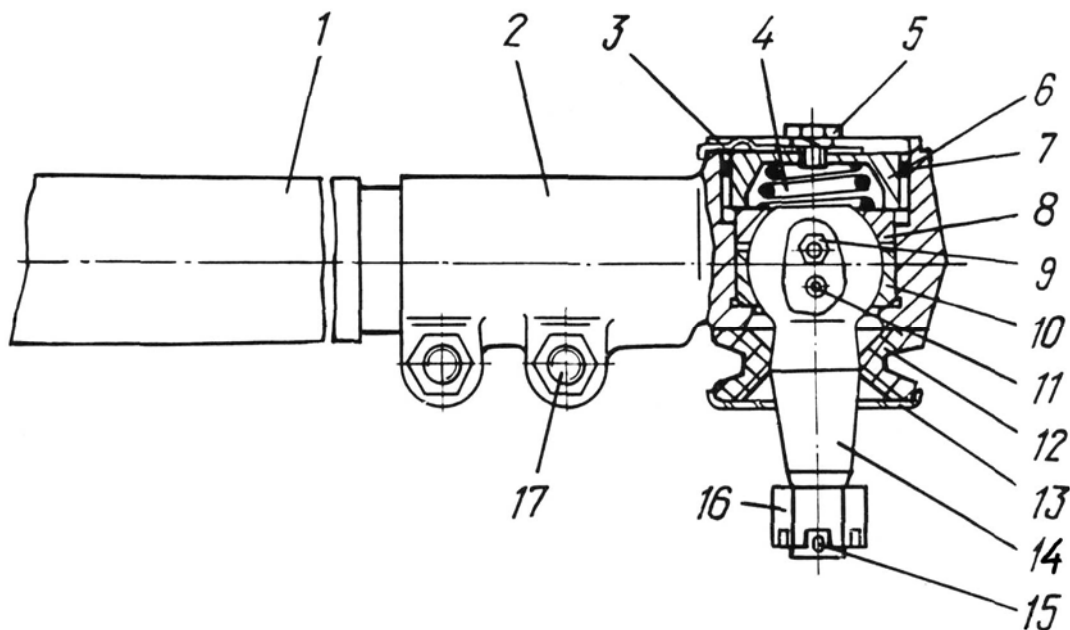
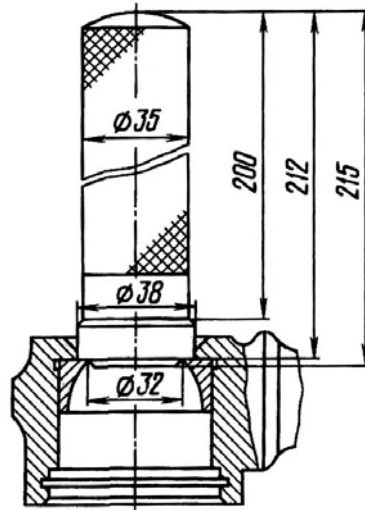

Рис.59. Тяга поперечная рулевая:
Рис.60. Выпрессовка сухаря шарового пальца
**Поперечная рулевая тяга** (рис.59) представляет собой штангу с накрученными на ее концы наконечниками 2, в которых закреплены шаровые пальцы 14. Поперечная тяга
4. С помощью оправки (рис.60) выпрессовать из головки наконечника 2 (рис.59) нижний сферический сухарь 10.
1. Установить и зажать рулевую тягу в тисках, запрессовать в наконечник 2 тяги (рис.59) нижний сферический сухарь 10 и заложить смазку ЛИТОЛ-24.